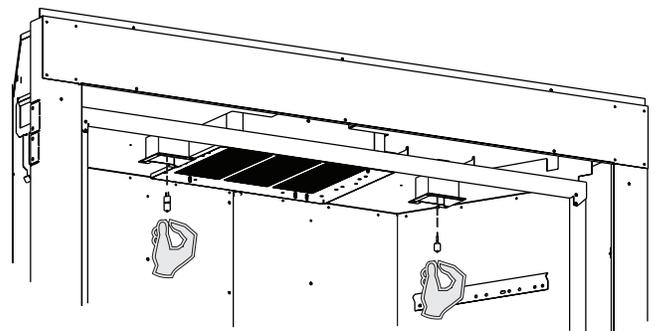

Figure 78
2. Démontez l'ampoule usagée et la remplacer par une a neuve. **Voir Figure 78.**